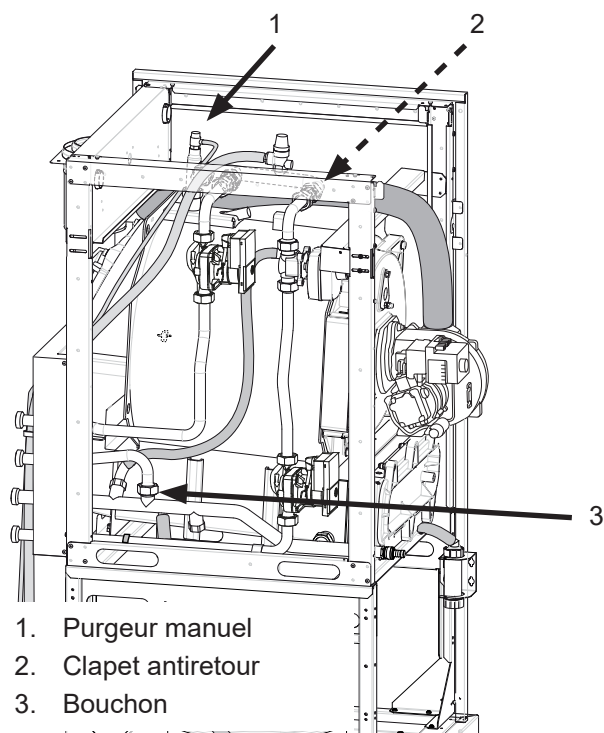

fig. 20 - Purgeur et clapets antiretour
- Débrayer le(s) clapet(s) antiretour (*fig. 20 et fig. 18*).
- .Si nécessaire, dégazer au niveau du bouchon de la tuyauterie retour chauffage "circuit 1" (*rep.3, fig. 20*).
- Purger le corps de chauffe (*rep. 1, fig. 20*).